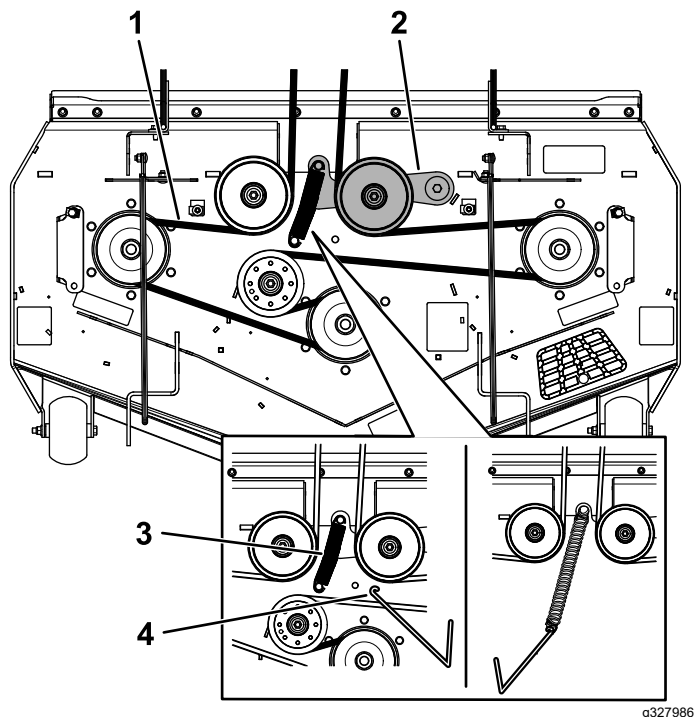

Рисунок 61
6. Используя съемник пружин (номер 92-5771 по каталогу Toro), снимите пружину натяжного шкива с крюка деки, чтобы снять натяжение с натяжного шкива (Рисунок 61).
- Наденьте новый ремень на шкивы газонокосилки (Рисунок 61).
- Зацепите пружину натяжного шкива за штырь деки (Рисунок 61).